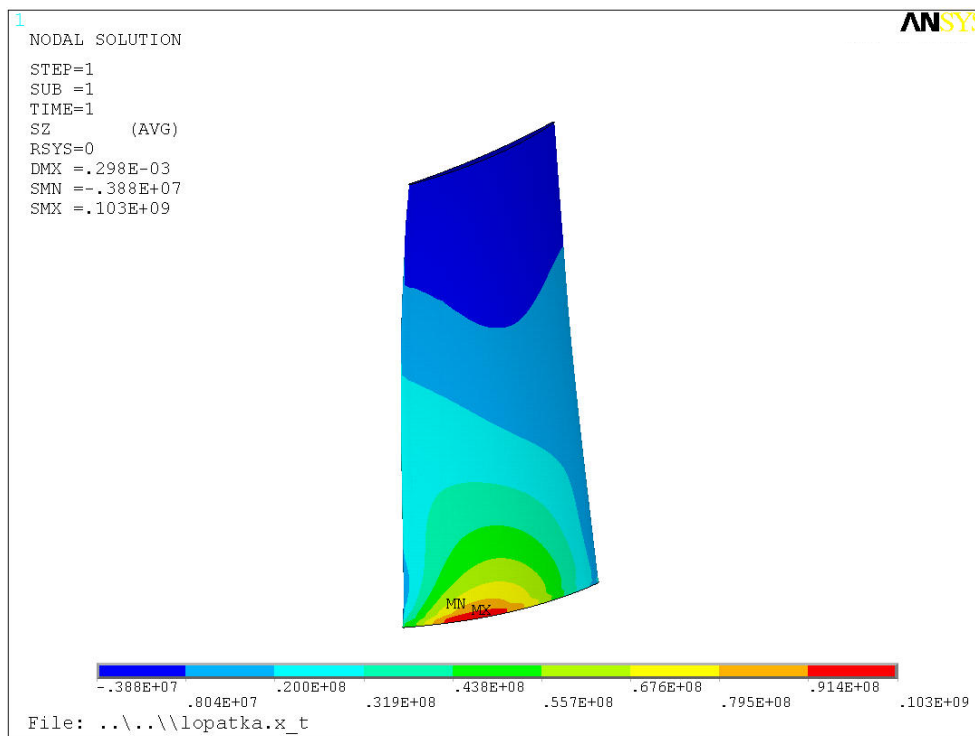

Рис. 8.9 Растягивающие напряжения в лопатке
- 1) Вывести на экран растягивающие напряжения (SZ): **General Postproc** → **Plot Results** → **Contour Plot** → **Nodal Solu** (см. рис. 8.9);